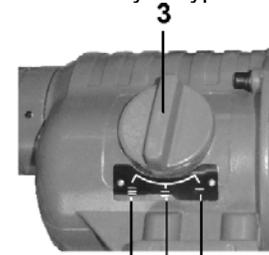

Рис.10.
- ДАЭ-3 355Э: три скорости - I или II или III (Рис.10).